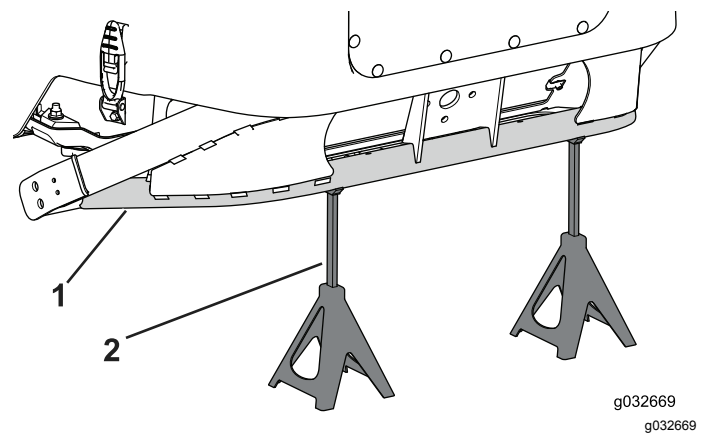

Bild 115
2. Heben Sie das Heck der Maschine mit einem Wagenheber an, bis Sie die Sommerräder montieren können; stützen Sie den Rahmen mit Achsständern ab (Bild 115).
6. Senken Sie die Vorderräder mit einem Wagenheber auf den Boden ab und stützen die Rückseite des Rahmens mit Achsständern ab (Bild 115).